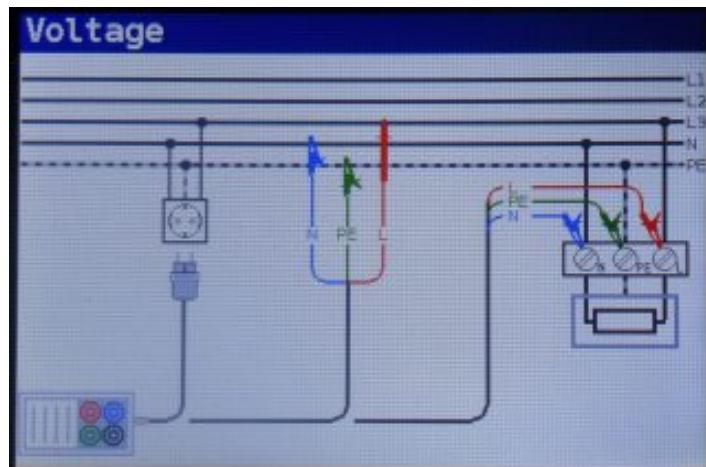

Abbildung 5-44: Anschlussplan
Schritt 2 Schließen Sie das Prüfkabel an das VOLTCRAFT IST an und folgen Sie dem Anschlussplan in Abbildung 5.44, um eine Spannungs- und Frequenzmessung durchzuführen.